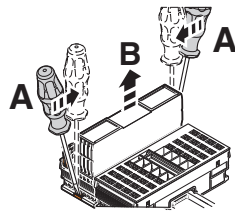
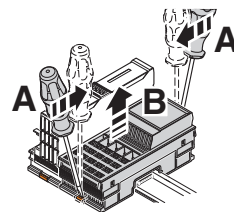

Abb. 6-11 Buskoppler abrasten
Abb. 6-12 Ein-/Ausgabemodul abrasten
- Fassen Sie mit einem geeigneten Werkzeug (z. B. Schlitzschraubendreher) nacheinander in den oberen **und** unteren Ausrastmechanismus (Fußriegel) des Moduls und entriegeln Sie es (Abb. 6-11, Abb. 6-12, A). Die Fußriegel werden in der Öffnungsstellung arretiert.
- Entnehmen Sie das Elektronikmodul **senkrecht** zur Tragschiene (Abb. 6-11, Abb. 6-12, B). Dabei rasten die Fußriegel wieder in die Ruhestellung.